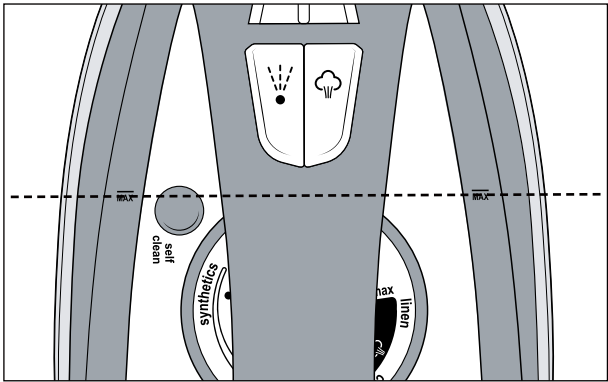

Fig. 1
- 3) Con el vaso medidor **12**, llene el depósito de agua  **2** como máximo hasta la marca **MAX** (consulte la fig. 1).